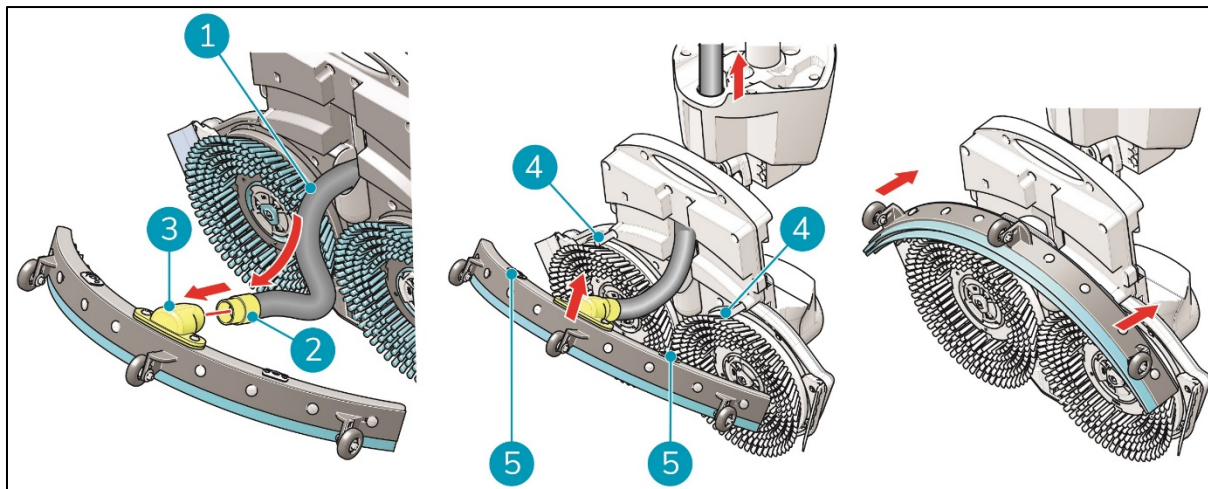

Figure 27
1. Prenez le tuyau d'aspiration (Figure 27, pos 1).
2. Insérez le raccord de tuyau (Figure 27, pos 2) dans la raclette (Figure 27, pos 3).
3. Tournez le raccord de tuyau d'un quart de tour pour une fixation ferme (Figure 27, pos 2).
6. Alignez les broches de la plate-forme de récurage (Figure 27, pos 4) avec les trous sur la raclette (Figure 27, pos 5).